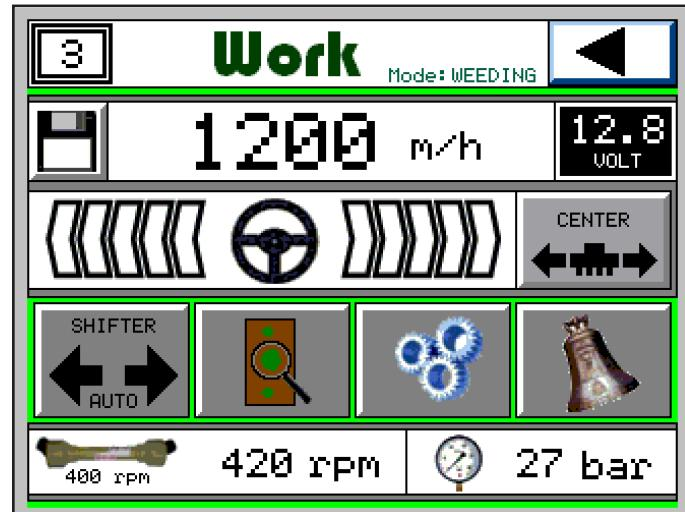

Fig. 3
G) Ritorna alla pagina principale del menu lavoro (Fig. 3).
G) Back to the Work menu main page (Fig. 3).
G) Retourner à la page principale du Menu de travail (Fig. 3).
G) Regresa a la página principal del menú trabajo (Fig. 3).